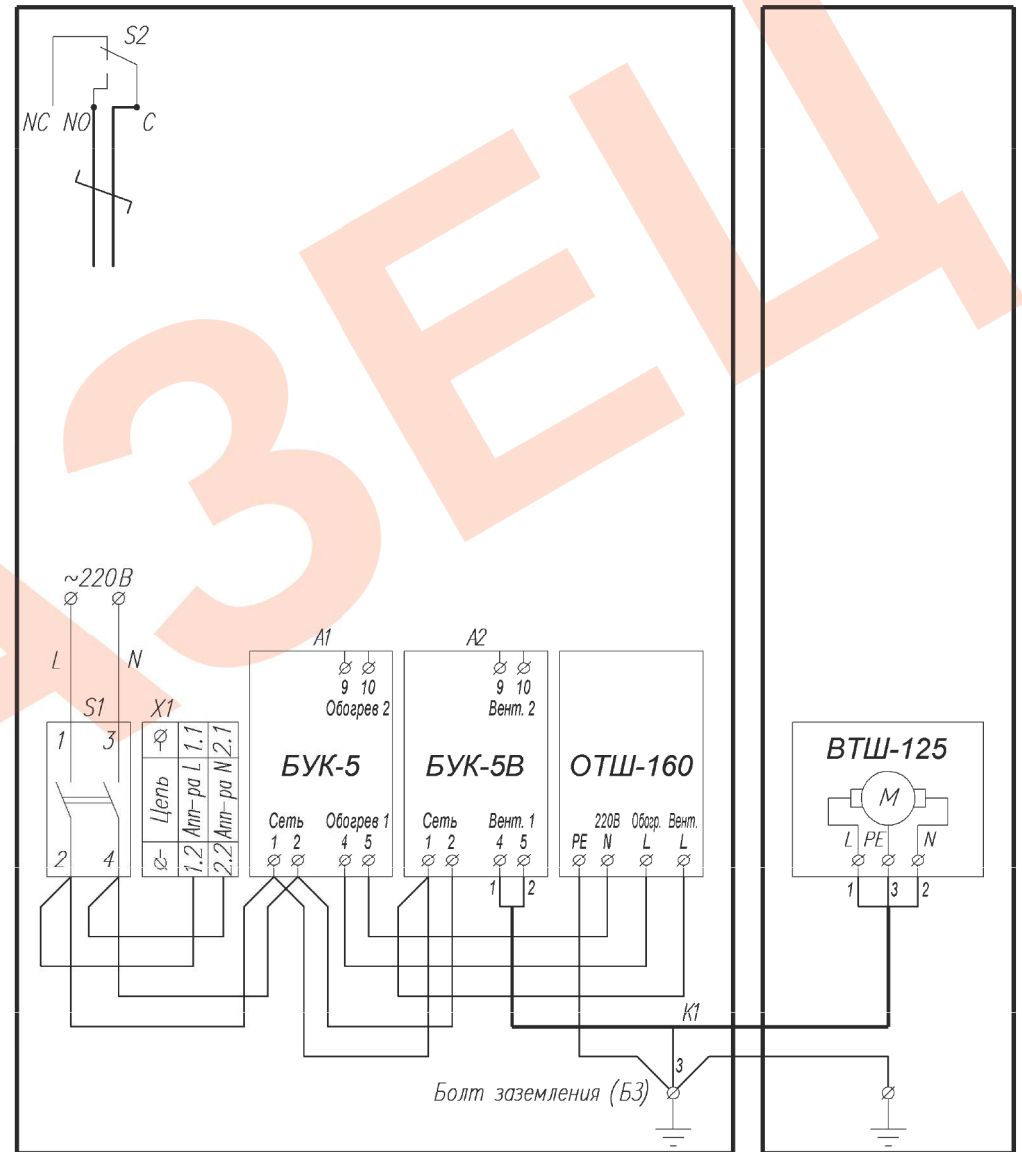
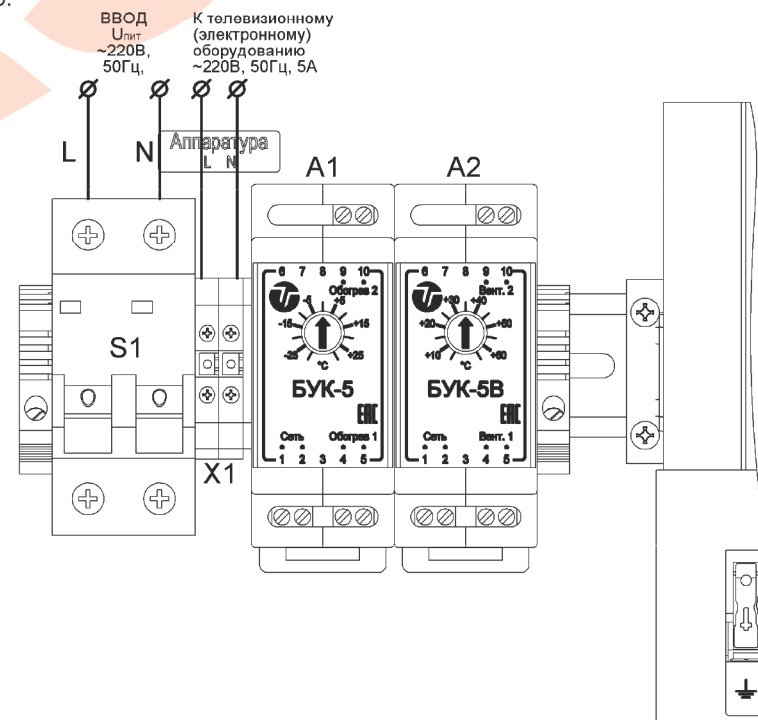

Рис.4 Схема электрическая принципиальная
Рис.2. Подключение термощафа
3. Отсоединить провода кабеля К1 (рис.4) от колодки вентилятора.
Подключение термощафа производится в соответствии со схемой электрической принципиальной (рис.4) и рис.2. Для подключения необходимо: